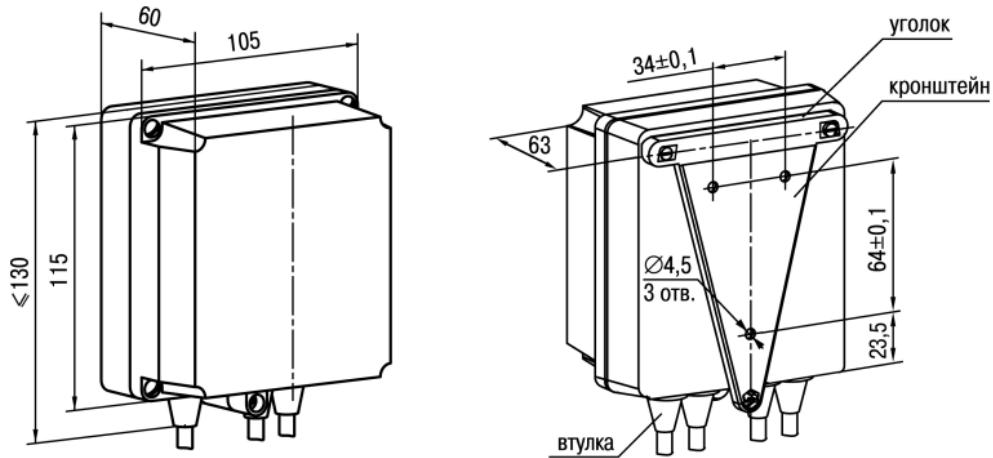

Рисунок 4.2 – Габаритные размеры корпуса Н
1. Закрепить кронштейн тремя винтами M4 × 20 на поверхности, предназначеннной для установки прибора (см. рисунок 4.2).